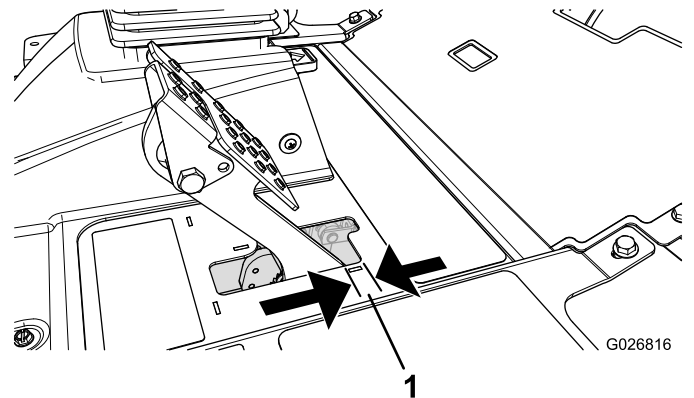

Figure 143
4. Enfoncez légèrement la pédale de frein et mesurez la distance que parcourt la pédale sans résistance (Figure 143).
Remarque: Régalez les freins si la garde à la pédale de frein est supérieure à 2,5 cm (Figure 143) ou si la force du frein de stationnement est insuffisante.
6. Serrez les écrous arrière afin de pouvoir déplacer le câble en arrière jusqu'à obtention d'une garde à la pédale de frein de 6 à 13 mm (Figure 143), avant le blocage des roues par le frein de stationnement.